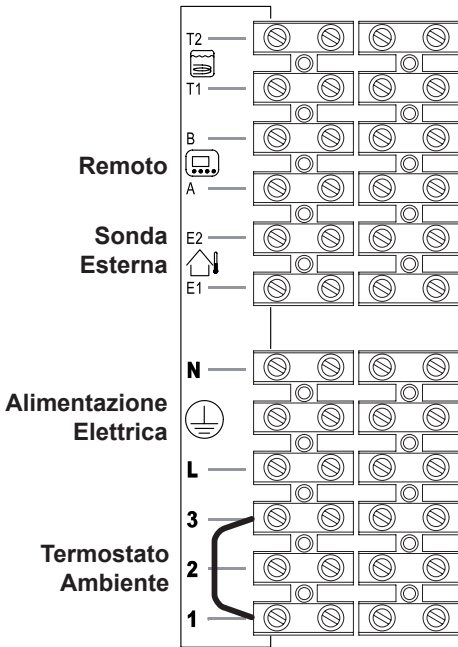
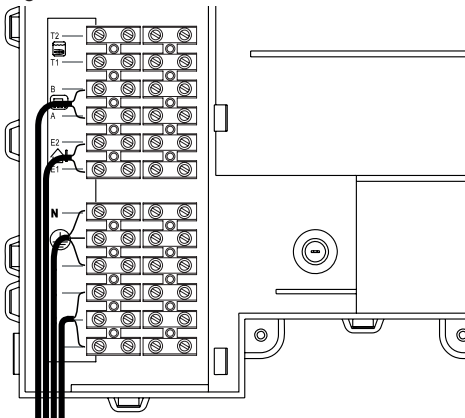

Figura 5.20
Figura 5.21
- Collegare il cavo di alimentazione elettrica proveniente dall'interruttore onnipolare alla morsettiera di alimentazione elettrica della caldaia Figura 5.20 rispettando la corrispondenza della linea (filo marrone) e del neutro (filo azzurro).
Il percorso del cavo o dei fili di alimentazione elettrica della caldaia e del termostato ambiente devono seguire il percorso indicato in Figura 5.21.
Per il collegamento di un termostato ambiente servirsi dei morsetti indicati in Figura 5.20.
Per il collegamento di valvole di zona servirsi dei morsetti termostato ambiente indicati in Figura 5.20 e Figura 5.21. I conduttori elettrici dei contatti del micro della valvola di zona vanno inseriti nei morsetti "1 e 3" della morsettieria termostato ambiente come in Figura 5.21.